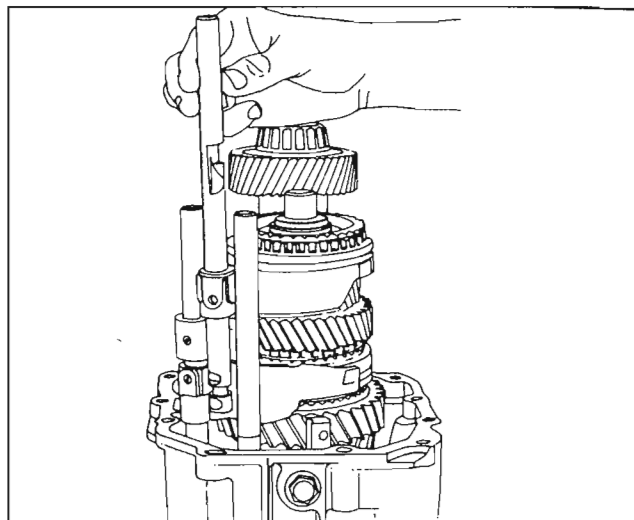

Fig. 25
Saque la varilla de 3ª/4ª (118) junto con el pasador (146). *Fig. 25*